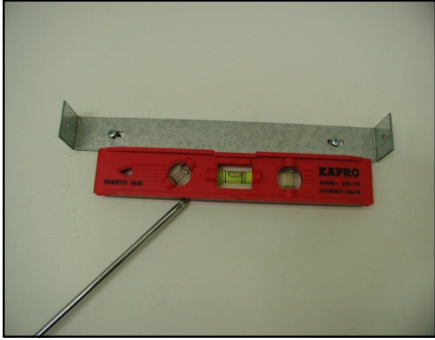

Figura 27
4. Marque la posición del soporte de montaje de la cubierta de conductos. Utilice la referencia E de la Tabla 2. Coloque y asegure el soporte de montaje de la cubierta de conductos con dos tornillos (no incluidos). Consulte la Figura 27. **NOTA:** La cubierta interna de conductos cubrirá el soporte de montaje.